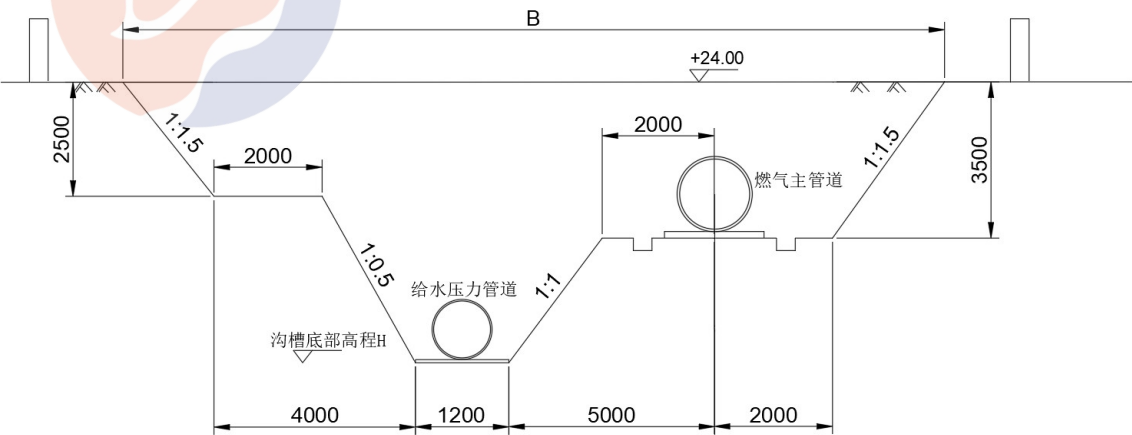

图 5 沟槽开挖断面图（高程单位为 m，其他单位为 mm）
某单位承建一条给水压力管道和燃气主管道，给水压力管道采用钢管，DN1000mm，全长 5.3km。燃气主管道设计压力 0.5MPa，管径为 DN1200mm，全长 4.5km，管道沟槽开挖断面如图 5 所示。
- 3.根据图 5，计算沟槽上口的开挖宽度 B 以及给水压力管道沟槽底部高程 H。